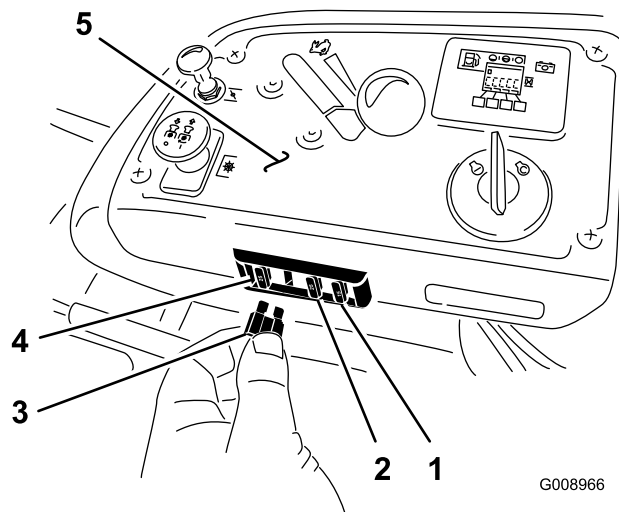

Bild 64
1. Die Sicherungen befinden Sie rechts am Armaturenbrett neben dem Sitz (Bild 64).
3. Setzen Sie eine neue Sicherung ein (Bild 64).